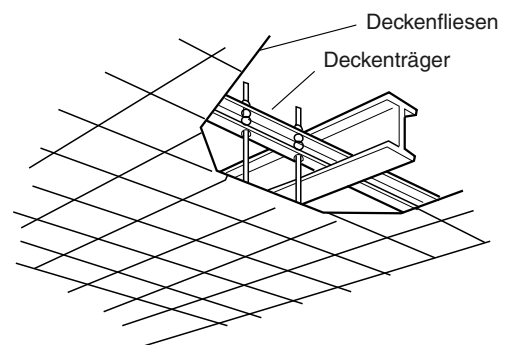

Abb. 3-137
- Die bereits vorhandenen Deckenstützen verwenden bzw. eine geeignete Stütze herstellen, wie in Abb. 3-137 gezeigt.